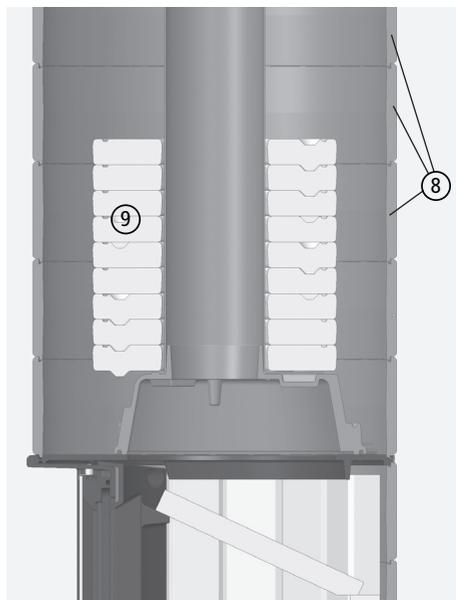

Fig. 3.39 Rehausse avec 6 anneaux en fonte et 9 pièces intercalaires d'accumulateur
- ⑨ Si elles sont prévues, placer les autres pièces intercalaires d'accumulateur en fonte sur le dôme en fonte, de préférence après le 3^e anneau en fonte (voir Fig. 3.39). Ergots sur la face inférieure des pièces intercalaires d'accumulateur en fonte, gorges sur la face supérieure,